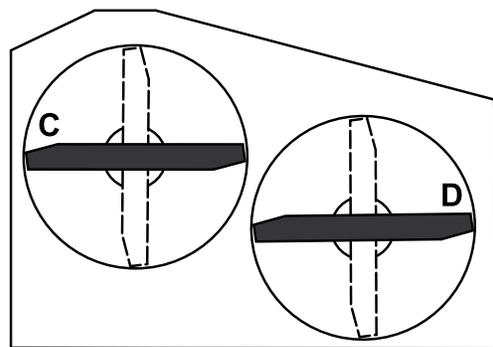

Figura 58
- Disponete le lame in posizione laterale rispetto alla macchina. Misurate ai punti **C** e **D** da una superficie piana fino al tagliente della punta della lama (Figura 58).